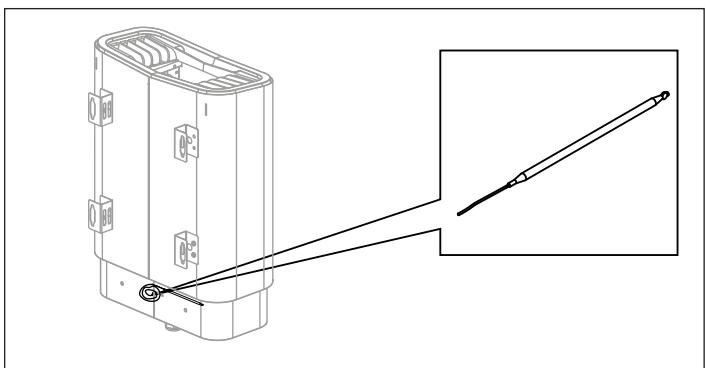
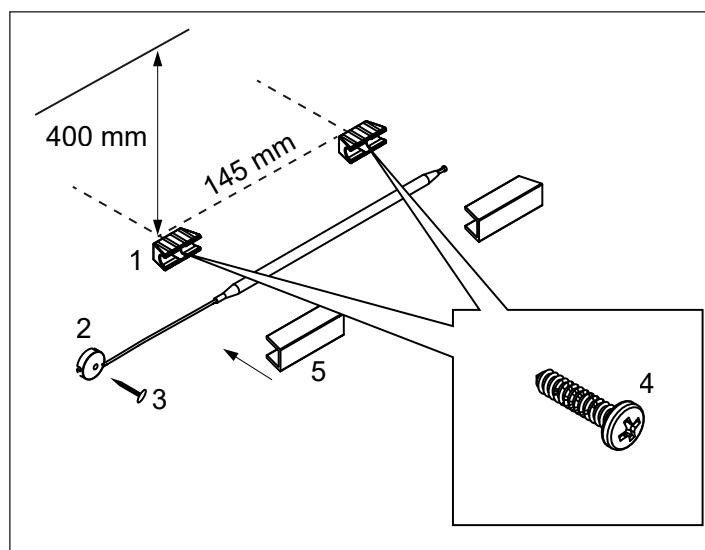

Рис. 14: Поиск датчика температуры
Рис. 12: Установка датчика температуры
Установите держатели датчиков температуры (см. (1) на рис. 12) на расстоянии 400 мм от потолка и 145 мм друг от друга с помощью двух комплектных винтов (4).
Вставьте датчик температуры (расположен на задней части нагревателя, см. рис. 14) и закрепите капиллярную трубку с помощью скоб (2) и паркетного гвоздя (3) (см. рис. 12).
Перед подключением устройства к источникам напряжения или числу фаз, не указанному в схеме соединений на рис. 14, свяжитесь с отделом обслуживания клиентов TylöHelo.